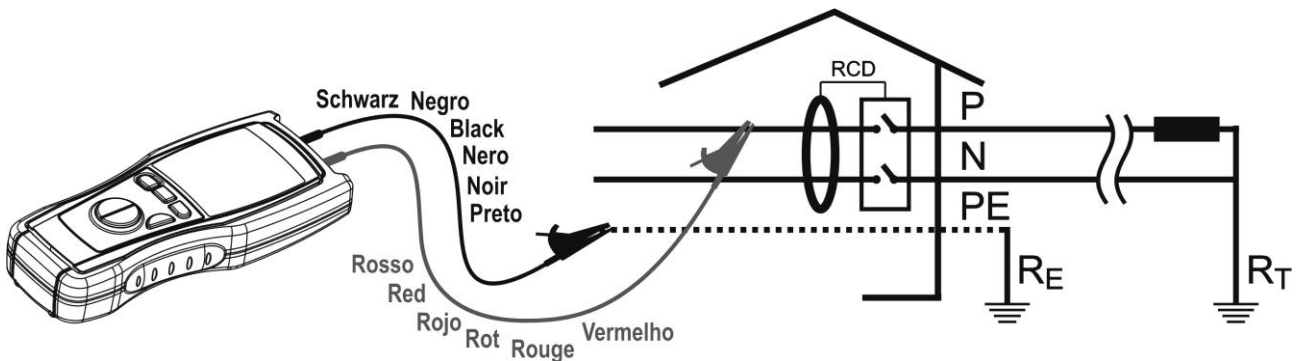

Abb. 8: Verbindung der Anschlüsse des Gerätes beim  $M\Omega$  Test
6. Verbinden Sie die Anschlüsse des Gerätes mit dem Ende der Leiter an denen der Isolationstest durchgeführt wird. (siehe Abb. 8)